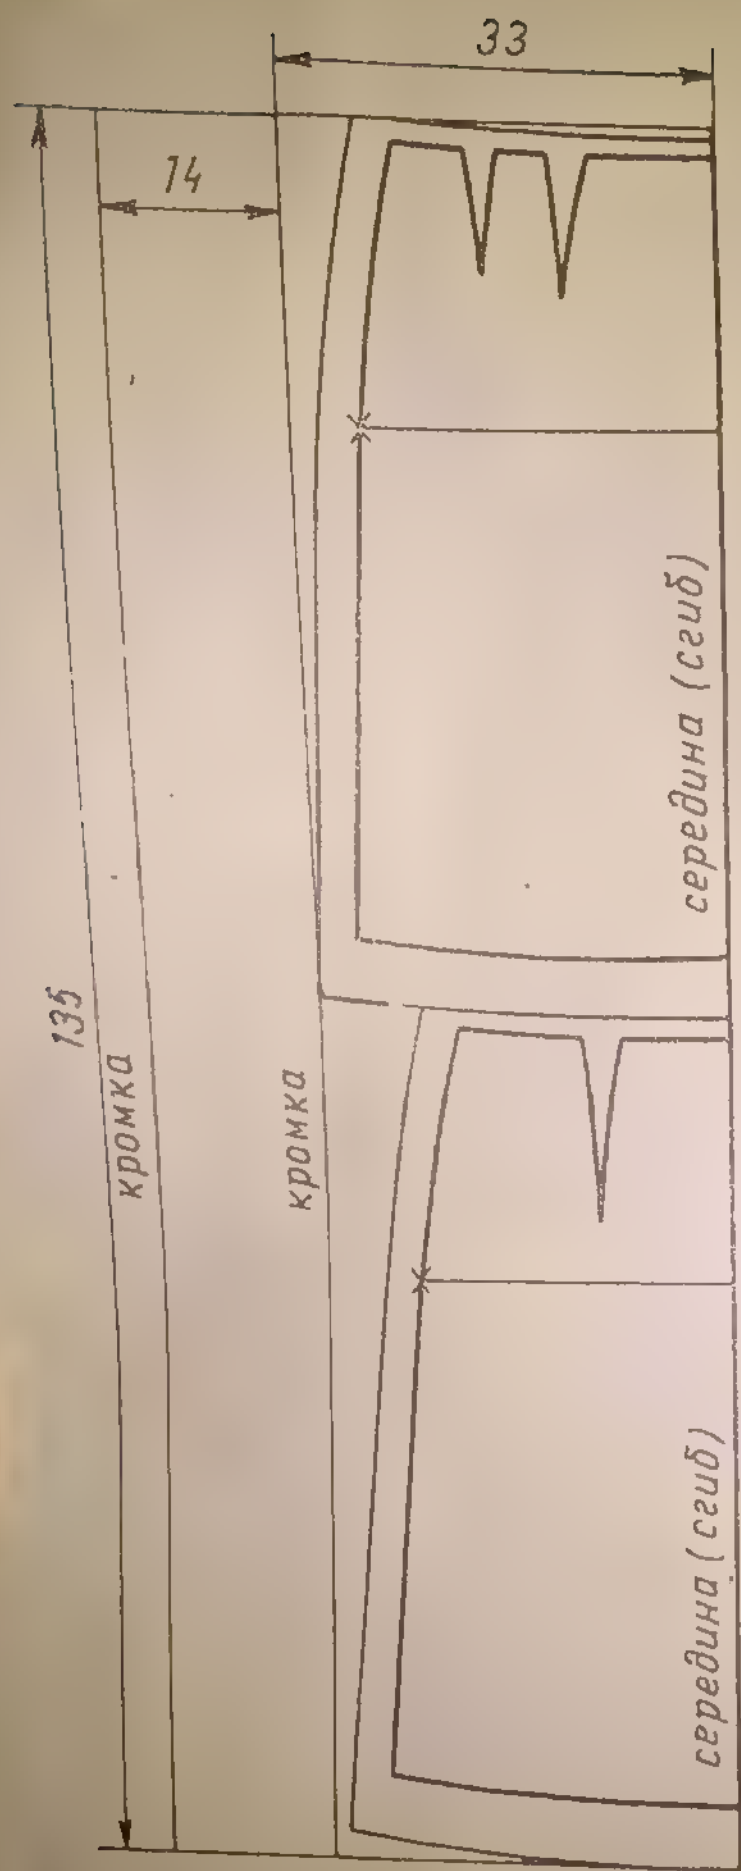

Рис. 20. Правильная раскладка выкройки основы прямой юбки на ткань с особенностями при ширине 80 см
**Раскрой.** На рис. 19 показано как разложить выкройки основы прямой юбки на ткань, имеющей некоторые особенности при ширине 140 см; а на рис. 18 — на ткань, не имеющей никаких особенностей. Если ткань без особенностей, то на её раскрой пойдёт меньше ткани и выкройки можно разложить на ткань в две противоположные стороны. На рис. 20 показано как разложить выкройки юбки на ткань, имеющей некоторые особенности, при ширине 80 см.